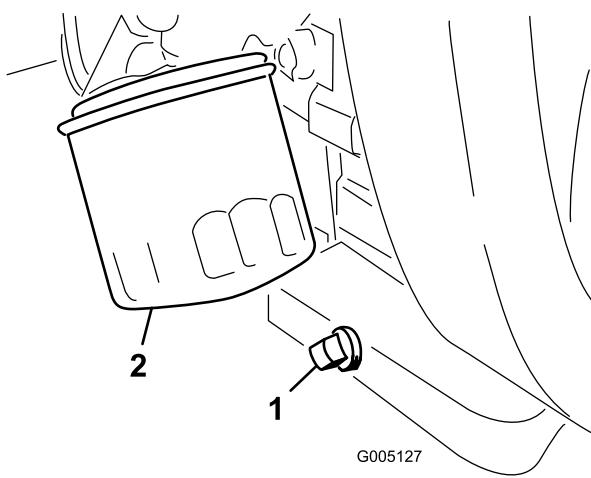

Figura 45
1. Togliete il tappo di spurgo (Figura 45) e lasciate defluire l'olio in una bacinella. Quando l'olio cessa di defluire, rimontate il tappo.
- 2. Togliete il filtro dell'olio (Figura 45). Spalmate un leggero strato di olio pulito sulla nuova guarnizione del filtro.